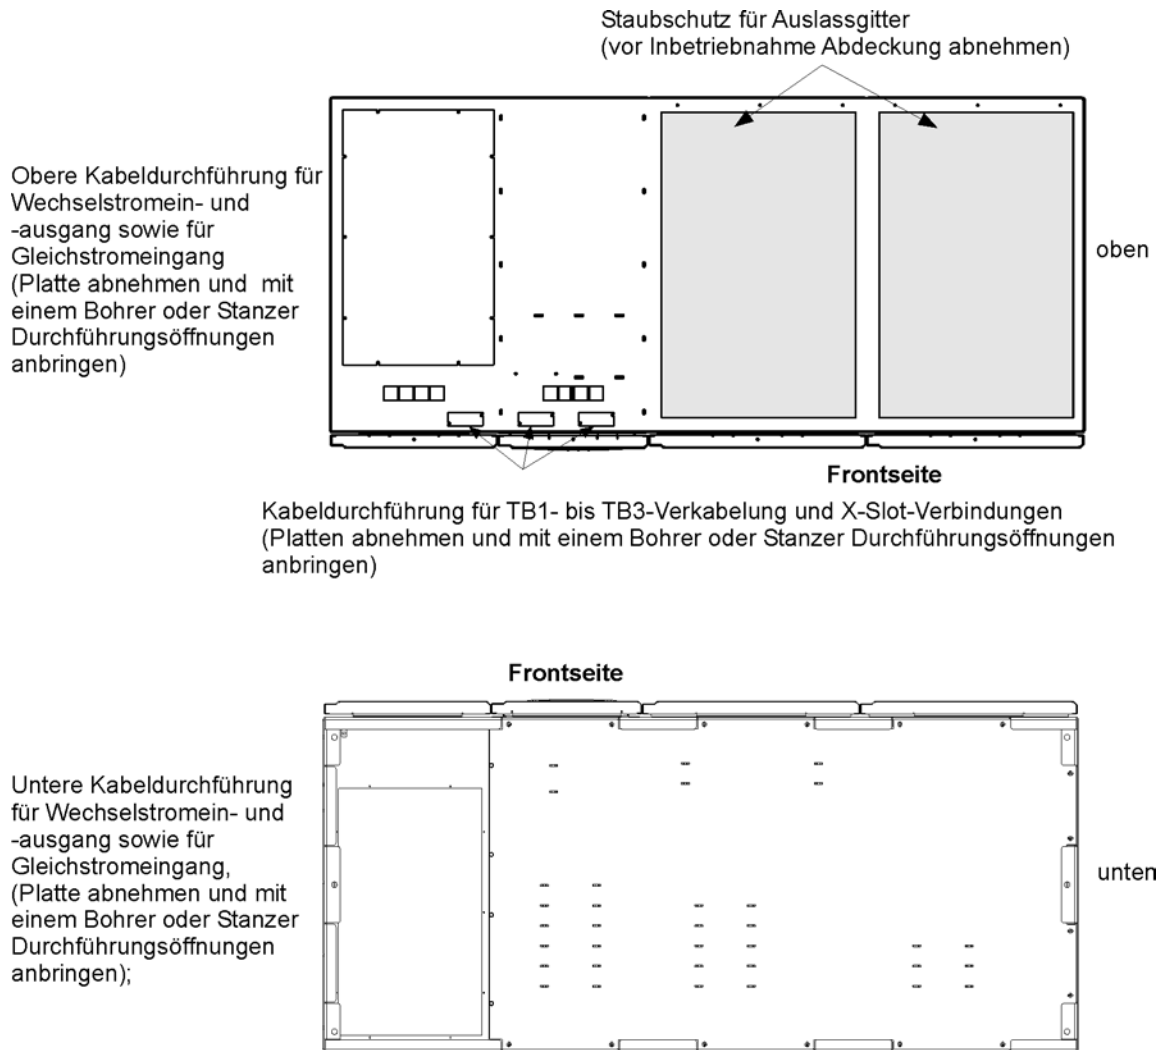

Abb. 3-3. Lage der Leiter- und Kabeldurchführungsöffnungen
Die Platte für die Kabeldurchführung oben oder unten am USV-Schrank abnehmen, um mit einem Bohrer oder Stanzer Durchführungsöffnungen anzubringen (siehe Abb. 3-3).
2. Führen Sie die Eingangs- und Ausgangskabel entweder oben oder unten durch den Schrank zu den USV-Anschlüssen. Informationen zum Kabelzugang sowie zur Lage der Anschlüsse finden Sie in Abb. 3-3 bis 3-5.
2. Verlegen und verbinden Sie die Batteriekabel zwischen USV- und Batterieschrank entsprechend den Anweisungen in der Installationsanleitung für den Integrierten Batterieschrank Powerware 9395 (Modell IBC-L). Informationen zum Kabelzugang sowie zur Lage der Anschlüsse finden Sie in Abb. 3-3 bis 3-5.
5. Verlegen und verbinden Sie die Batteriekabel zwischen USV und Batteriesystem. Informationen zum Kabelzugang sowie zur Lage der Anschlüsse finden Sie in Abb. 3-3 bis 3-5.
5. Entfernen Sie die oberen Schnittstellen-Durchführungsplatten des USV-Schranks, um Löcher zu bohren oder zu stanzen (siehe Abbildung 3-3 auf Seite 26).